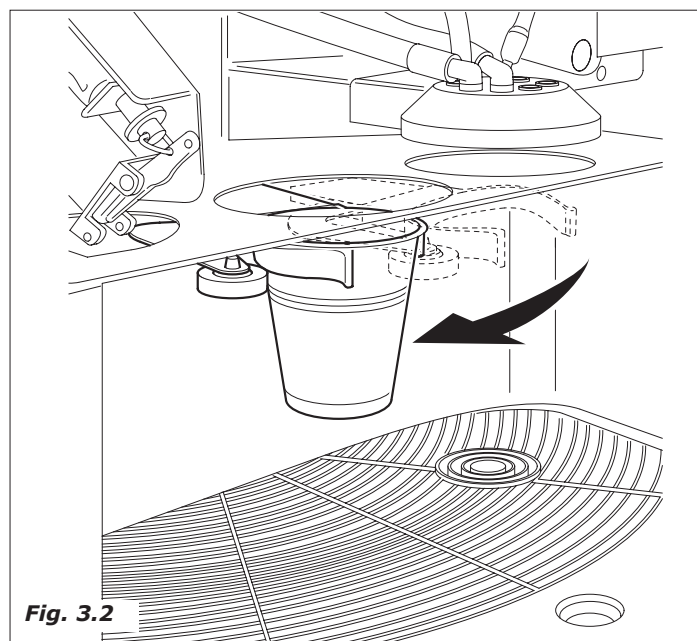

Fig. 3.2
- transferidor copinhos desloca-se da posição descanso/distribuição à estação "cup dispenser" (Fig. 3.2)